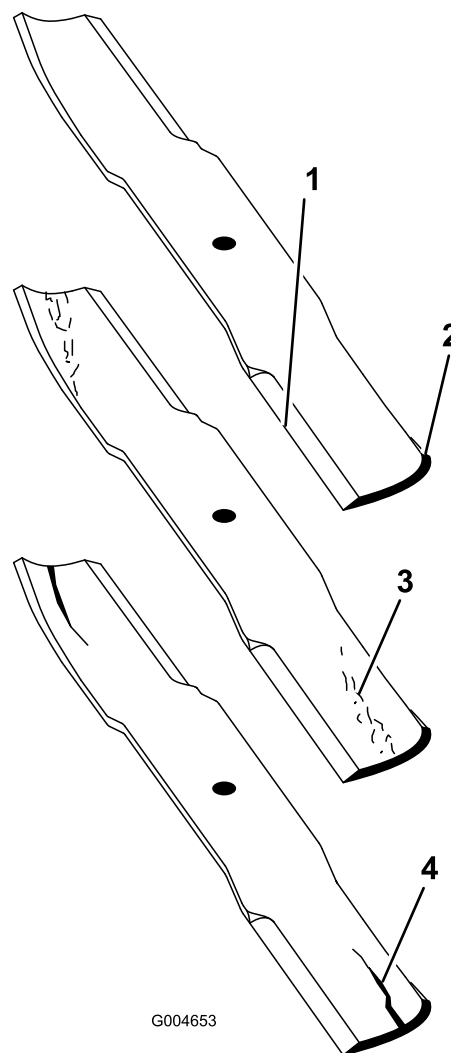

Figure 87
2. Examinez attentivement les tranchants de la lame, particulièrement au point de rencontre des parties plane et relevée (Figure 87).
Remarque: Le sable et les matières abrasives peuvent éroder le métal à cet endroit, c'est pourquoi il est important de contrôler l'état de la lame avant d'utiliser la tondeuse. Remplacez la lame si elle vous semble usée (Figure 87).